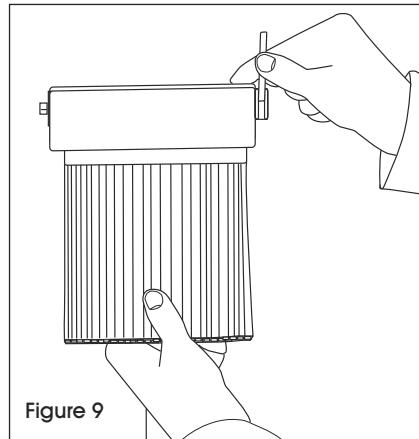

Figure 9
7. Place Twist-Ease® ties in the dispenser by lifting the lever on the right and inserting the tie pack. Lower the lever to lock ties in place. (See Figure 9)
7. Placez les attaches Twist-EaseMD dans le distributeur en soulevant le levier sur la droite et en y insérant le paquet d'attaches. Abaissez le levier pour garder les attaches en place. (Voir Figure 9)